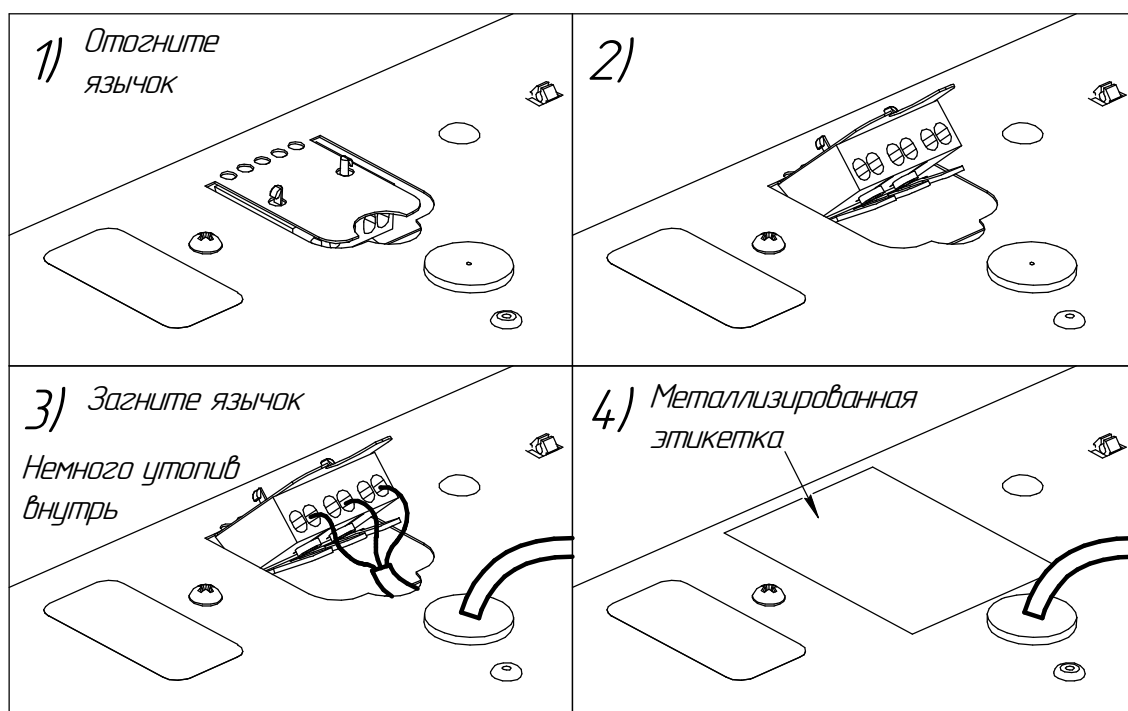

Рисунок 7 - Схема подключения светильников
5) Загните язычок, немного утопив его внутрь, и заклейте язычок металлизированной наклейкой, входящей в комплект поставки (см. рисунок 7).